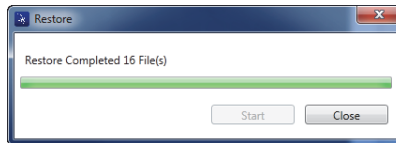

Figura 7-31 La finestra di dialogo Restore (completa)
5. Quando è stata completata l'intera procedura di ripristino, cliccare su **Close** (chiudi) [vedere Figura 7-31 a pagina 229].